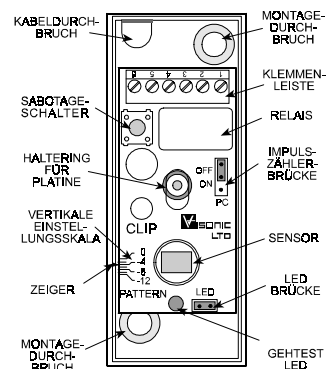
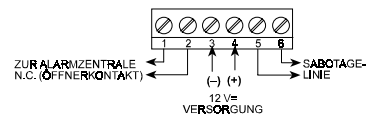

Fig. 12. Innenansicht des CLIP-PIR
Fig. 13. Anschließen der Zuleitungen an die Klemmenleiste zur Alarmzentrale
G. Gehäuseboden mit der Platine in der für optimale Überwachung gewählten Lage und Höhe montieren. Hierzu die zwei an der Rückseite des Gerätebodens befindlichen Montagedurchbrüche benutzen (siehe Abb. 12). Platine vorsichtig nach oben schieben, um den teilweise verdeckten unteren Montagedurchbruch zugänglich zu machen.
Zuleitungen durch Kabeldurchbruch an dem Geräteboden oben links in den Melder einführen (siehe Abb. 12). Durch die Form des Durchbruchs, kann die Zuleitung von hinten durch den Geräteboden oder von oben eingeführt werden, je nach der gewünschten Installation. Zuleitungen gemäß Abb. 13 an die Klemmenleiste anschließen.